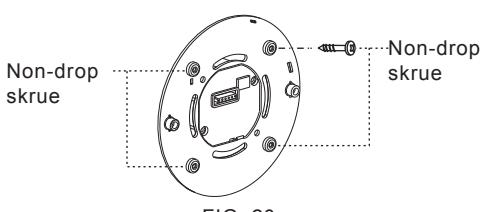

FIG. 20
3.3.4.4 Sett inn de fire non-drop-skruene i de korresponderende skrehullene på sensorens festeplate. Etterpå vil ikke disse fire skruene droppe, noe som er praktisk for påfølgende installasjoner (se FIG. 20).